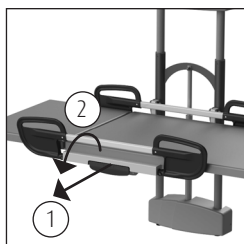
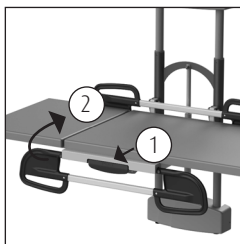
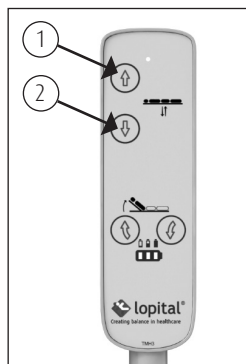

Figura 1 Barandilla lateral.
Figura 2 Barandilla lateral bajada.
Figura 3. Control manual.
- La barandilla lateral está equipada con dispositivos de seguridad para que el cliente no pueda levantarla por sí mismo (*Ver la figura 1*).
- Desbloquee el dispositivo de seguridad tirando con una mano de la palanca saliente (1) y girando la barandilla lateral con la otra mano (2).
- Vuelva a girar la barandilla lateral hacia arriba para cerrarla. La barandilla lateral se bloquea automáticamente (*Ver la figura 2*).
- La barandilla lateral se puede colocar en dos posiciones: ancha y estrecha. Al plegar la barandilla lateral hacia arriba, esta se bloquea primero en la posición ancha (*Ver la figura 3*). Tirando de la manija del bloqueo (*Ver la figura 2*), puede mover la barandilla lateral más hacia atrás hasta su posición estrecha.
- Mueva el Vienna deluxe hacia arriba pulsando el botón con la flecha hacia arriba. El Vienna deluxe se moverá inmediatamente hacia arriba (1) (*Ver la figura 3*).
- Baje el Vienna Deluxe pulsando el botón con la flecha hacia abajo y el camilla bajará inmediatamente (2) (Ver la figura 3).